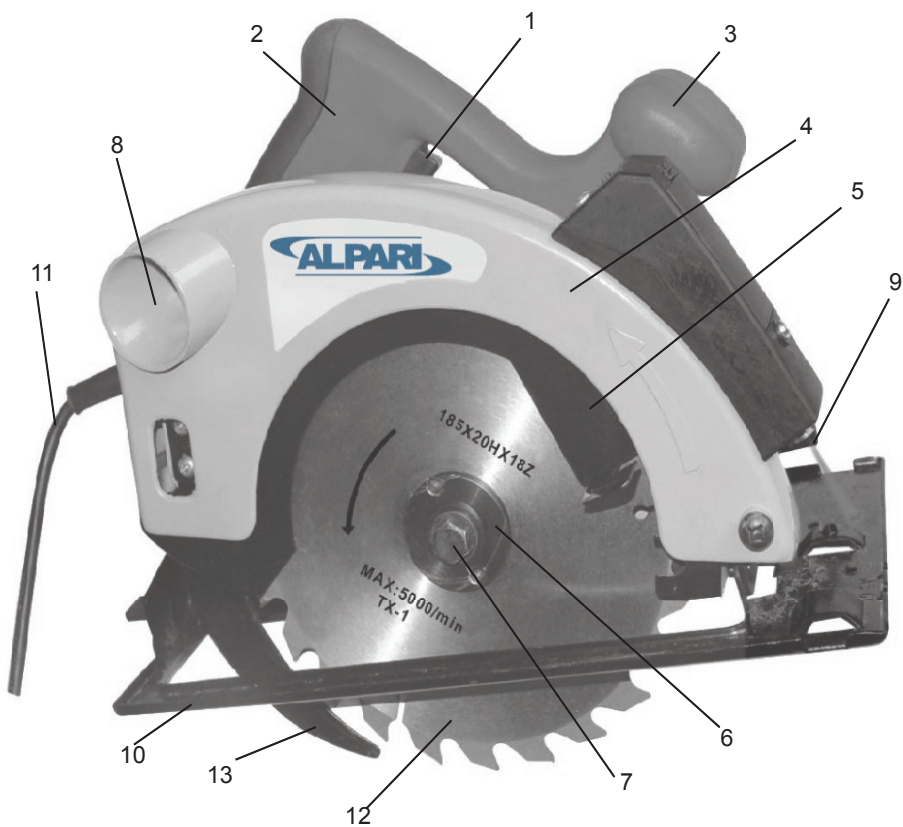

Рис.1
4.1. Циркулярна пилка складається з таких основних частин (Рис.1):